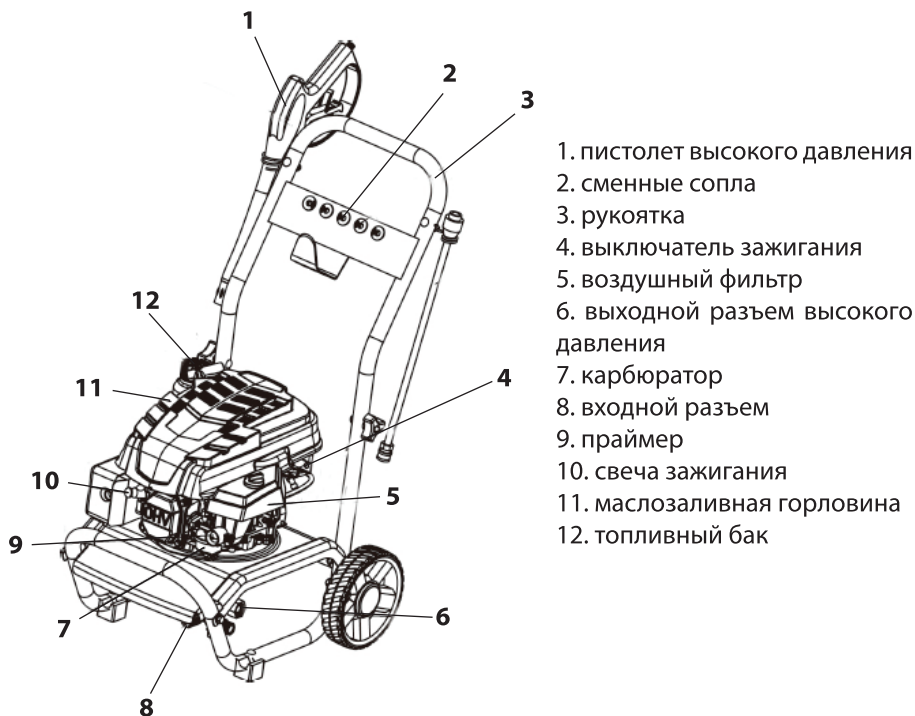

рис.1
1.6 Общий вид мойки представлен на рис.1